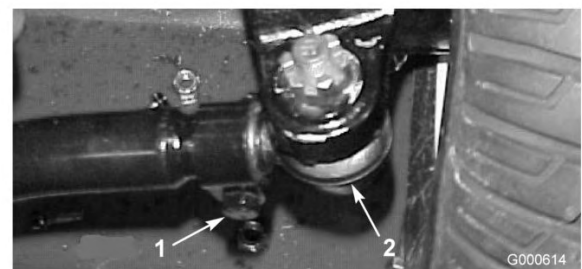

Bild 50
2. Entfernen Sie den Splint und die Mutter von einem der Spurstangen-Kugelgelenke (Bild 50). Entfernen Sie das Spurstangen-Kugelgelenk vom Achsständer.
3. Lockern Sie die Klemmen an beiden Enden der Spurstangen (Bild 50).